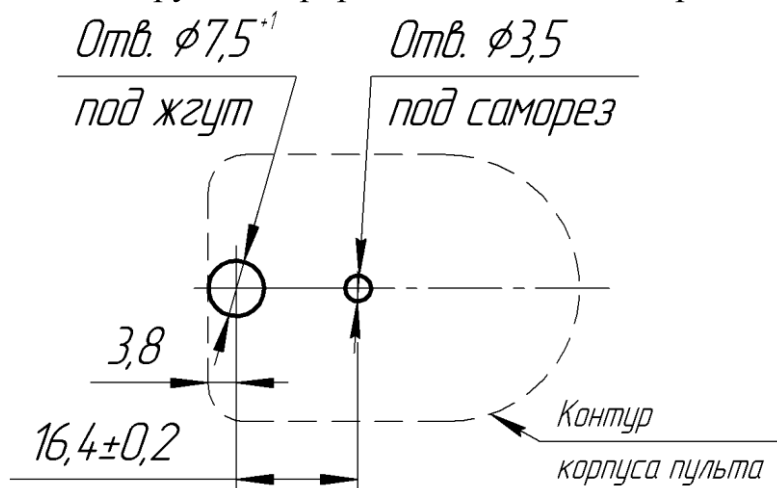

Рис.1
- Нанести разметку (см. рис.1) отверстий на установочную (привалочную) поверхность для монтажа пульта (отверстие под жгут и отверстие для самореза).